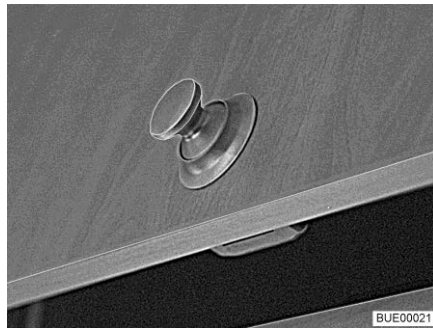
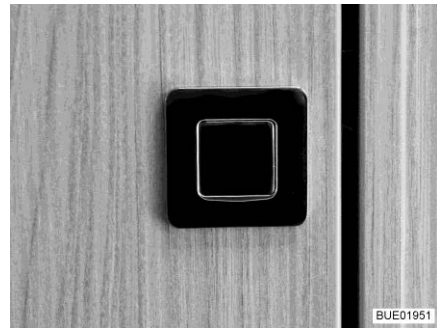

Bild 46 Möbelklappe mit rundem Druckknopf
Bild 47 Möbelklappe mit rechteckigem Druckknopf
- Innenteil des Schlosses drücken. Der Druckknopf (Bild 46 oder Bild 47) springt heraus.